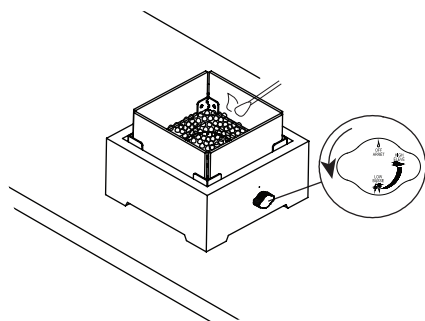

Figure 12
3. Le bouton de contrôle doit être à la position « OFF » (Figure 12).